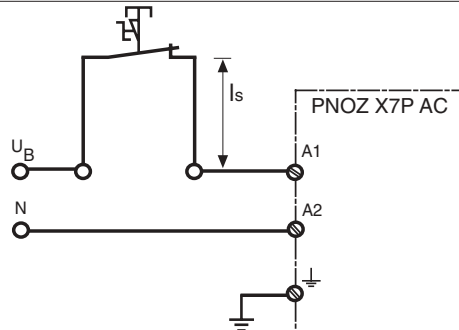

Fig. 4: Longitud de cable l_s del conductor de derivación/
- Conductor de derivación (v. fig. 4): longitud máx. del conductor de derivación I_s y capacidad máxima del cable C_L dependiendo de la tensión de alimentación U_B :
- Stub line (v. fig. 4): max. lungh. stub line I_s e max. capacità cavo C_L in base alla tensione di alimentazione U_B :
- Aftakking (zie fig. 4): max. lengte van de aftakking I_s en max. kabelcapaciteit C_L afhankelijk van de voedingsspanning U_B :